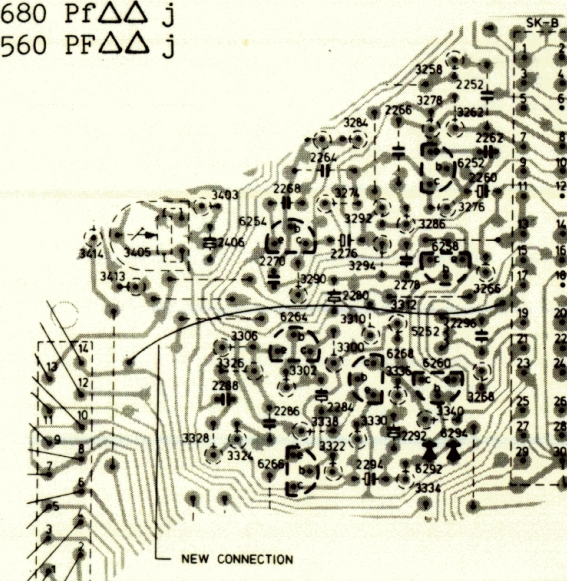

Fig. 2
2. maak een nieuwe (korte) verbinding volgens fig. 2.
2. Maak een, zo kort als mogelijke, verbinding volgens fig. 2.